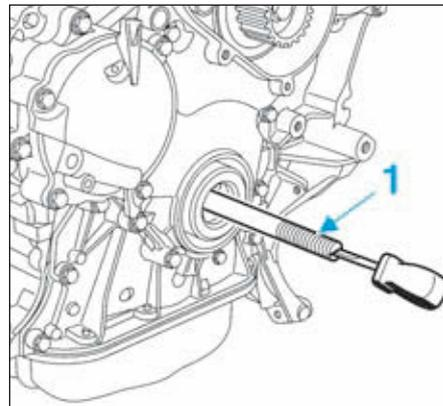

FIG.103
- Visser la tige filetée (1) de l'outil [1] dans le vilebrequin (Fig.103).